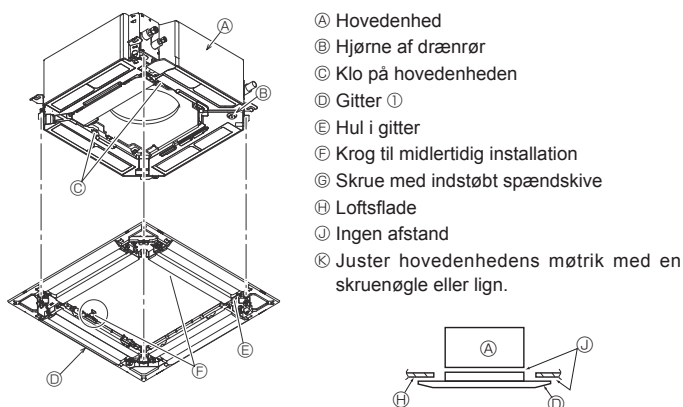

Fig. 9-6
9.4.2. Midlertidig installation af gitteret (Fig. 9-6)
- Fastgør gitteret på hovedenheden ved at spænde de præinstallerede skruer. (Fig. 9-6)
Kontroller, at der ikke er mellemrum mellem hovedenheden og gitteret eller mellem gitteret og loftsfladen. (Fig. 9-6)
- **Når skruen er spændt, skal det kontrolleres, at de to gitterkroge (Fig. 9-6) har fat i krognene på hovedenheden.**